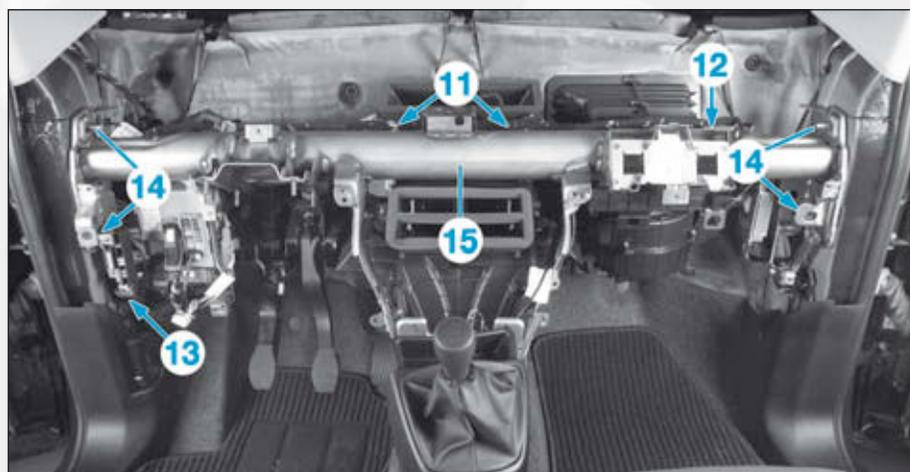

FIG.11
- les vis (11) (Fig.11),
- la vis (12),
- l'écrou (13),
- les vis (14) par le côté extérieur.
- la traverse (15),